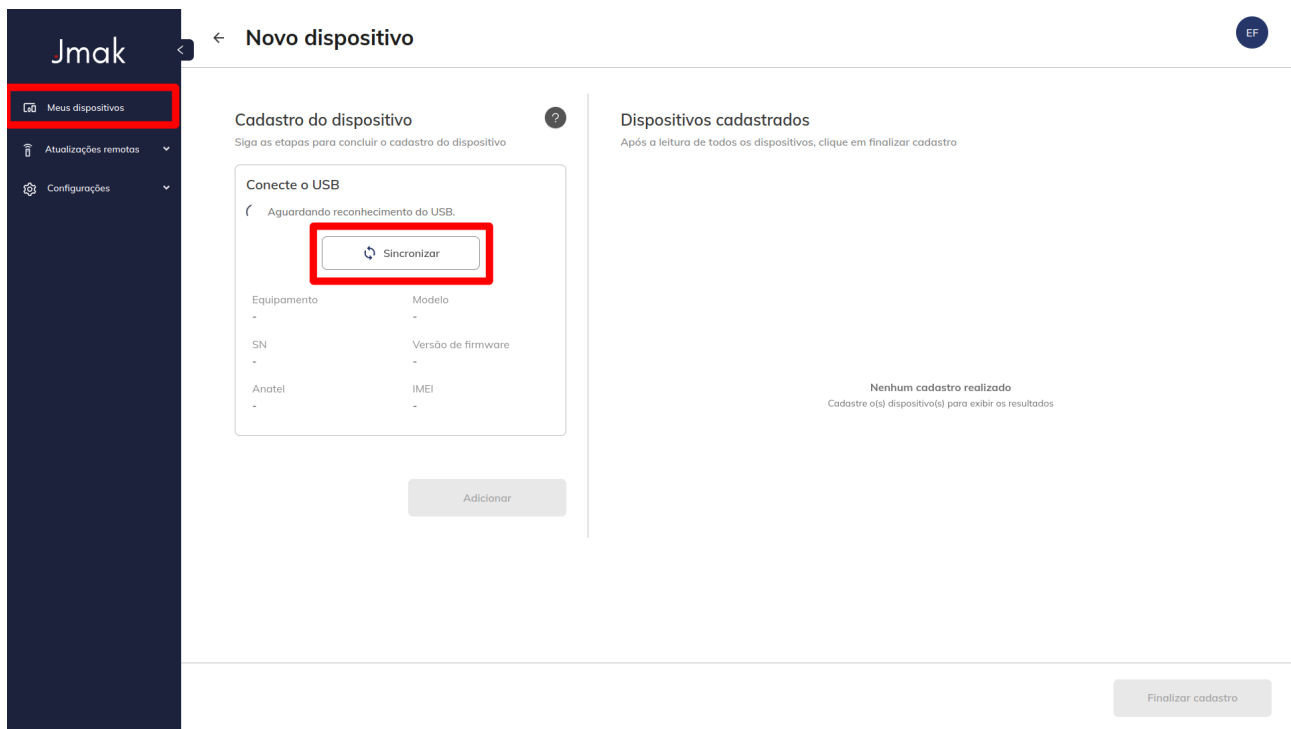

Figura 21: Botão 'Sincronizar'.
3. **Sincronização:** Selecione 'Sincronizar' para prosseguir com a conexão (Figura 21).